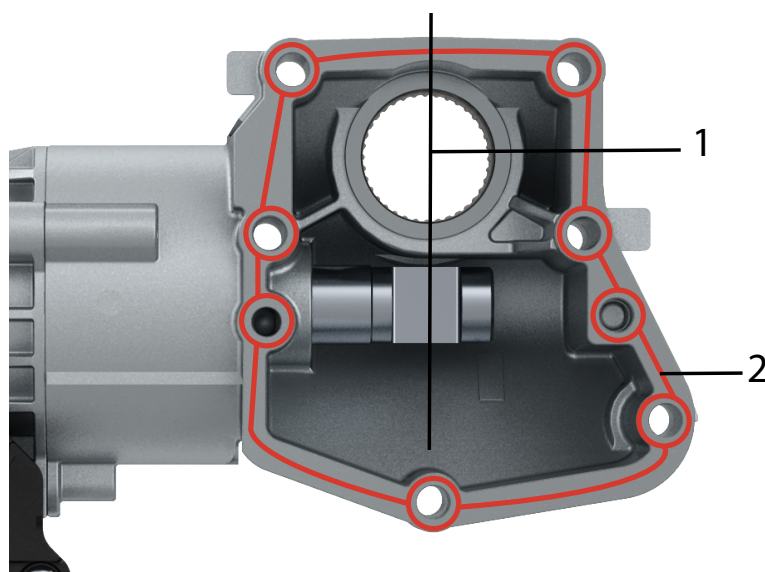

Fig. 4 Pasta de etanșare care trebuie aplicată pe cilindrul pentru activarea treptelor de viteză
2. Aplicați pasta de etanșare pe suprafața de etanșare a aparatului vezi "Fig. 4 Pasta de etanșare care trebuie aplicată pe cilindrul pentru activarea treptelor de viteză".